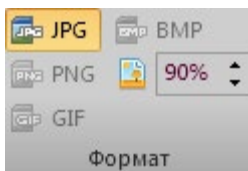

Рисунок 16
4. Выберите формат хранения фотоснимков (рекомендуется JPG) (рис.16).